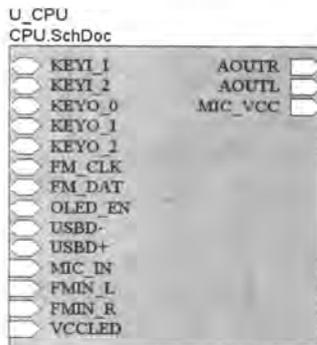

图 4-51 建立与子原理图对应的图纸符号
- [4] 单击 按钮,在编辑窗口中出现了一个图纸符号的虚影,随着光标的移动而移动。选择适当位置,单击鼠标左键,即可将该图纸符号放置在顶层原理图中,如图 4-51 所示。